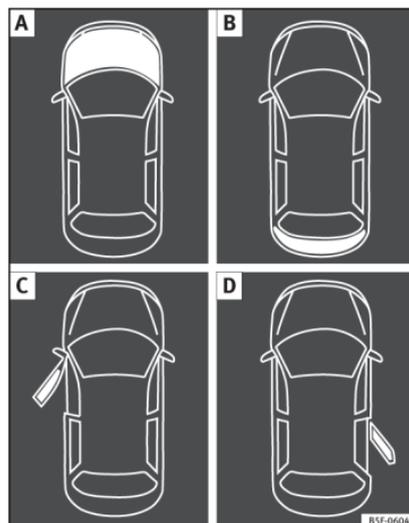

Fig. 83 A: capó abierto; B: portón trasero abierto; C: puerta delantera izquierda abierta; D: puerta posterior derecha abierta (sólo en vehículos de 5 puertas).
- Capó, portón trasero y puertas abiertas **» fig. 83**.